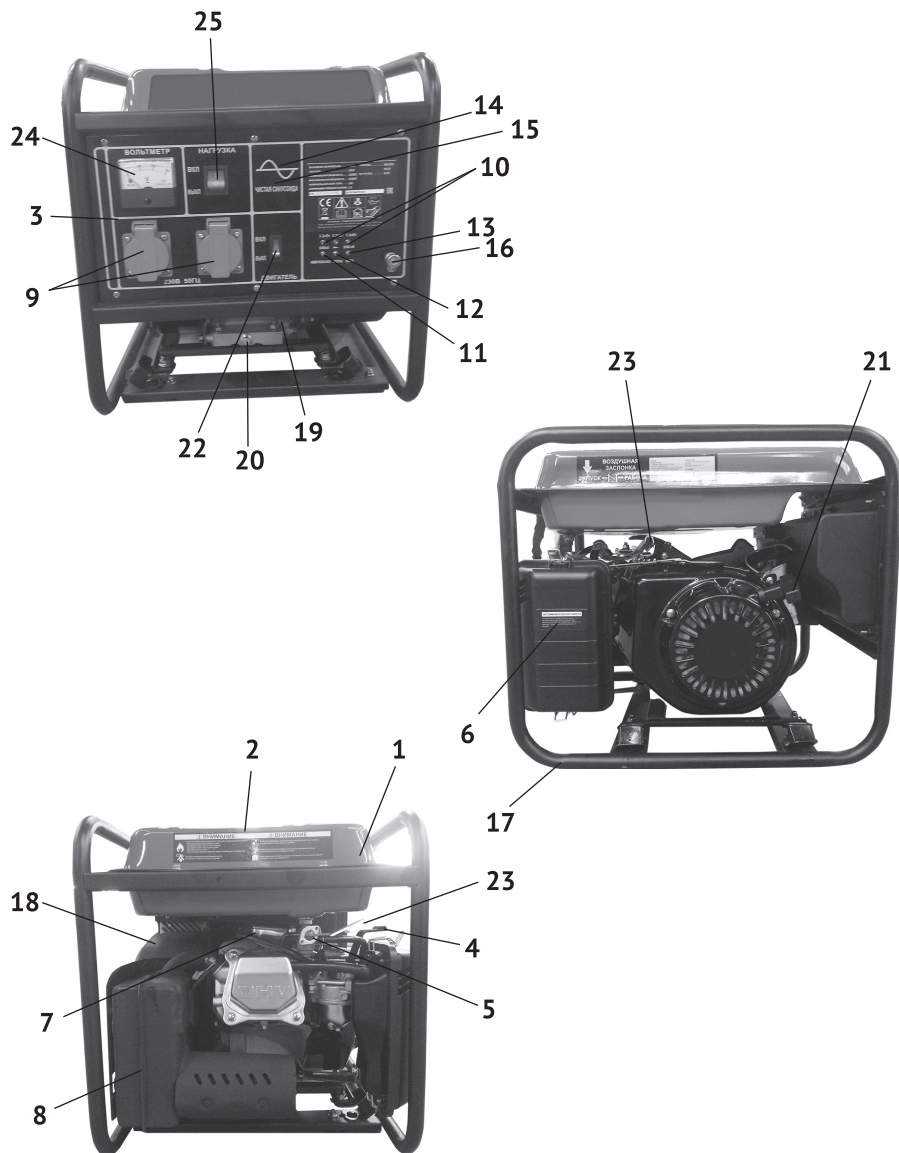

рис.1
движениями поршня двигателя, передаёт крутящий момент на вал якоря генератора. Передача осуществляется через коническое сопряжение ротора генератора и вала двигателя. При этом образуется самоцентрирующаяся трёхопорная схема соединения. С обмоток статора генератора напряжение подводится: через систему стабилизации на розетки переменного тока 220В (рис.1 поз.9) или через выпрямительный блок на розетку постоянного тока (рис.1 поз.14). Инверторный преобразователь позволяет бензогенератору выдавать энергию с максимально стабильными параметрами, что позволяет использовать его для питания чувствительных электроприборов и электроники.
2.4 Общий вид бензогенератора представлен на рис.1
3.2 Бензогенератор оснащён одноцилиндровым четырёхтактным двигателем внутреннего сгорания с верхним расположением клапанов и нижним расположением коленчатого вала. Верхнее расположение клапанов снижает теплонапряжённость двигателя. При этом достигается более высокая выходная мощность в меньшем рабочем объёме при эффективном сгорании топлива. Двигатель имеет карбюраторную систему питания. Смазка осуществляется разбрызгиванием масла в картере. Пуск двигателя осуществляется ручным тросовым возвратным стартером (рис.1 поз.21).
3.4 Двигатель и генератор закреплены на трубчатой раме (рис.1 поз.17) через амортизаторы, что снижает вибрацию аппарата и уменьшает уровень шума при работе. Все элементы бензогенератора имеют удобный доступ для обслуживания и ремонта.
4.2.3 Обеспечение требований электробезопасности: эксплуатация бензогенератора должна производиться в строгом соответствии с требованиями «Правил техники электробезопасности при эксплуатации электроустановок». Электрическая сеть подключения потребителей относится к системе с изолированной нейтралью, предусматривающей защитное заземление открытых токопроводящих частей корпуса. В зависимости от местных условий (состав грунта, его влажность и т.п.) изменяется качество заземления. Во всех случаях защитное заземление должно иметь сопротивление не более 4-х Ом. Во время работы бензогенератора его клемма заземления (рис.1 поз.16) должна быть подсоединена к заземлителю. Практически это требование может быть реализовано следующими способами:
Выкрутите пробку-щуп (рис.1 поз.19) из маслозаливной горловины и залейте в картер масло необходимой марки до нижнего края горловины, как показано на рис.2. Вставьте сухой чистый щуп в горловину картера и выньте его. Проверьте уровень масла: граница смоченной области щупа должна располагаться между отметками минимального и максимального уровней.
При выборе масла руководствуйтесь требованиями эксплуатационной документации и указаниями по применению конкретного типа масла его производителем. При уровне масла ниже минимально допустимого загорается индикатор (рис.1 поз.11) на панели управления и срабатывает блокировка двигателя при включении зажигания.
Открутите крышку (рис.1 поз.2) топливного бака (рис.1 поз.1). Заливайте бензин в топливный бак не более чем на 1см ниже уровня основания заливной горловины. Перед запуском двигателя тщательно протрите крышку бензобака, удалив возможные при заправке брызги топлива.
6.1.1 Отключить всех потребителей переменного и постоянного тока от генератора. Перевести автоматический выключатель (рис.1 поз.25) в положение «Выкл».
- перевести выключатель зажигания (рис.1 поз.22) в положение «Вкл»;
- открыть топливный кран (рис.1 поз.5);
- перевести рычаг воздушной заслонки (рис.1 поз.4) в положение «закрыто» при пуске холодного двигателя (для прогретого двигателя рычаг устанавливается в промежуточном положении);
- резко, с усилием потяните рукоятку стартера (рис.1 поз.21) до упора, повторите действие ещё раз, если двигатель не завёлся.
- перевести тумблер автоматического выключателя (рис.1 поз.25) в положение «Выкл.»;
- отключить потребителей электроэнергии от розеток (рис.1 поз.9);
- перевести выключатель зажигания (рис.1 поз.22) в положение «Выкл»;
- закрыть топливный кран (рис.1 поз.5).